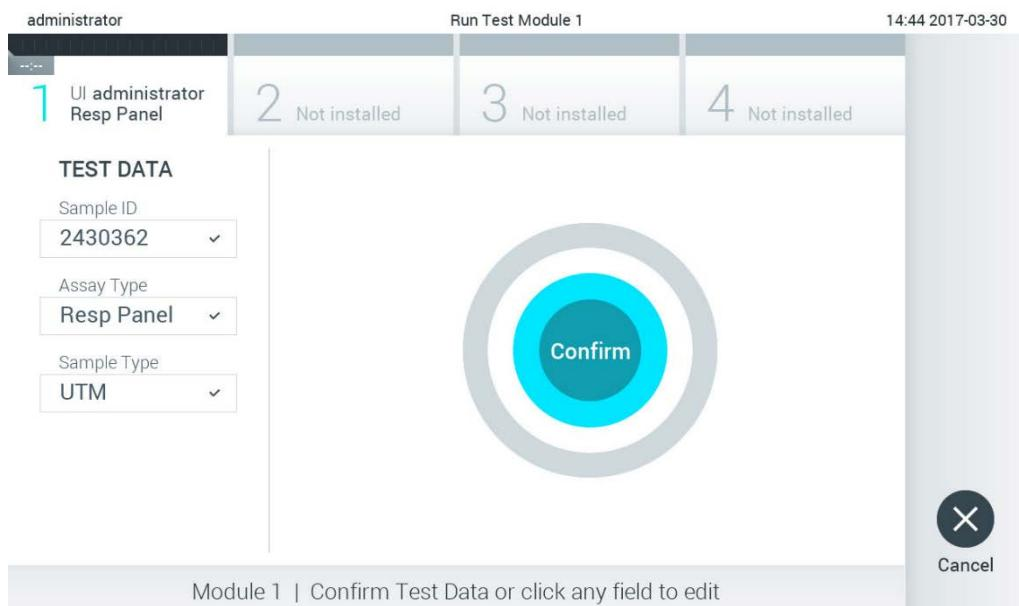

Figura 26. Ecranul **Confirm** (Confirmare).
5. Va apărea ecranul **Confirm** (Confirmare). Revizuiți datele introduse și faceți modificările necesare apăsând pe câmpurile relevante ale ecranului tactil și editarea informațiilor (Figura 26).